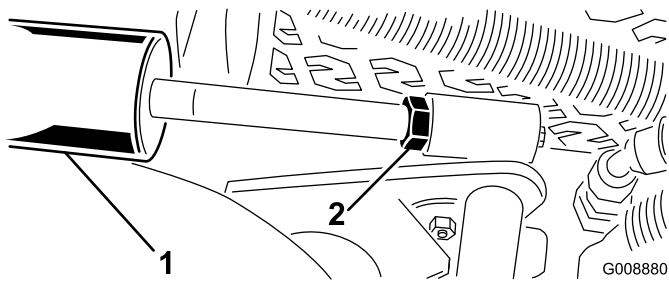

Figura 10
- A. Baje las unidades de corte y afloje la contratuerca del cilindro (Figura 10).